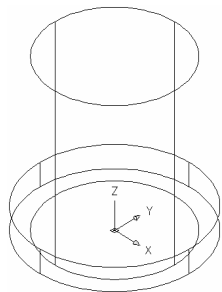

图 6-1-16 绘制圆柱体
(1) 绘制圆柱体。在命令行中输入 CYLINDER 命令并按回车键, 根据命令行的提示进行操作, 以原点为圆柱体底面中心点, 绘制半径为 2, 高为 5 的圆柱体, 结果如图 6-1-16 所示。